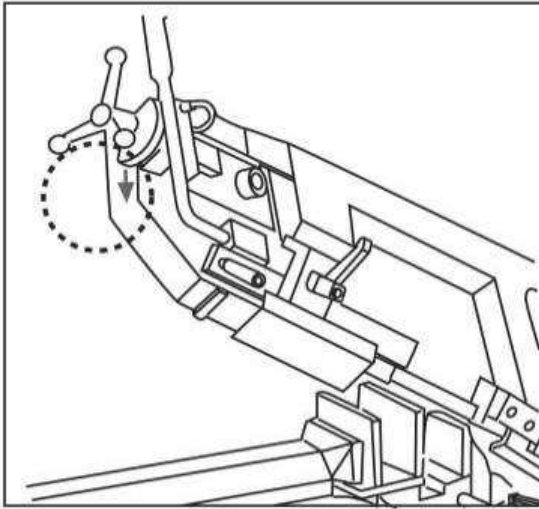

Fig.6
- Assurez-vous que la lame de scie tourne dans le sens de la flèche (3. Fig.1) et que les dents de la scie sont dans le bon sens (Fig. 6).